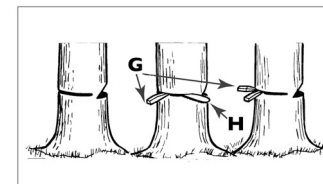

Fig. 10C
1. Utilice cuñas de madera o plástico (G) para evitar que se doblen la barra o la cadena (H) durante el corte. Las cuñas también controlan la dirección de caída (Fig. 10C).